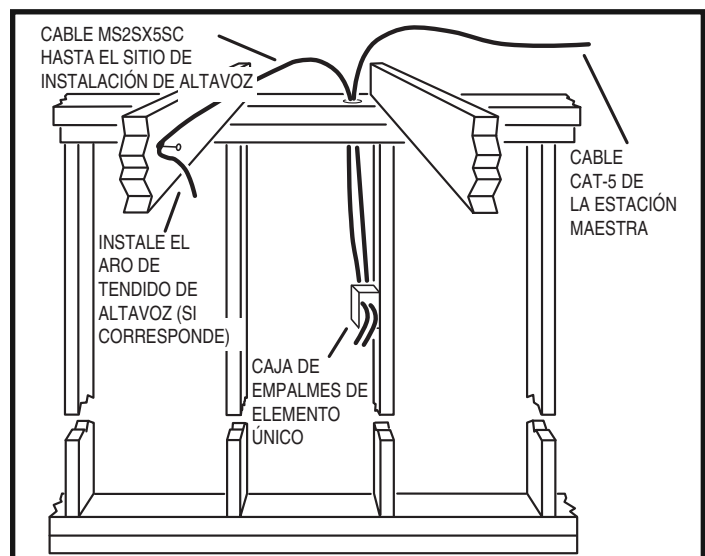

Figura 9. Tendido de instalación para altavoz monofónico
2. Desde cada sitio donde se localiza la caja de empalmes para el control de volumen, tienda cable MS2SX5SC hasta el sitio de instalación del altavoz correspondiente (ver la Figura 9). Fije el cable para evitar daños por la tablarroca.